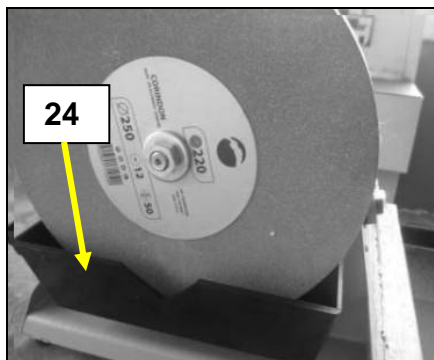

Fig 26
- Retirez le bac à eau (24) (Fig 26).